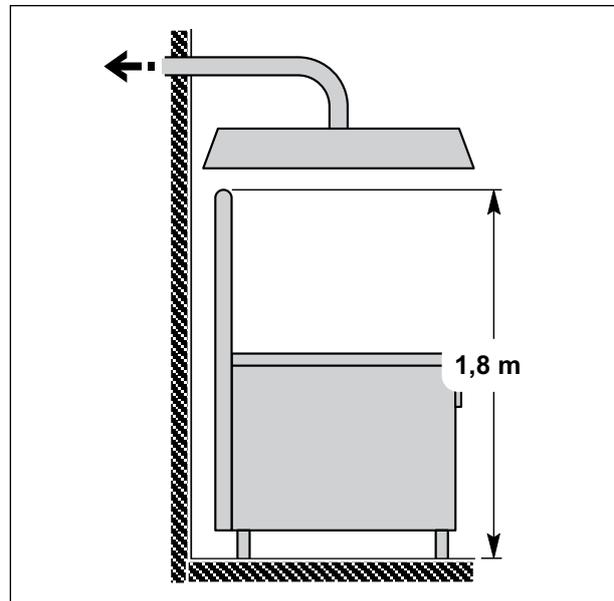

Abb. 29 Rauchabzug durch Abzugshaube
- Der Endteil der Geräteabzugsleitung muss sich etwa **1,8 m** von der Abstützfläche des Geräts befinden; die Mündung der Abzugsleitung der Verbrennungsprodukte muss sich genau unter der Haubenbasis befinden (siehe *Abb. 29 Rauchabzug durch Abzugshaube*).